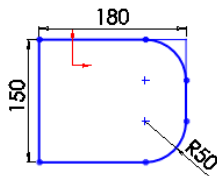
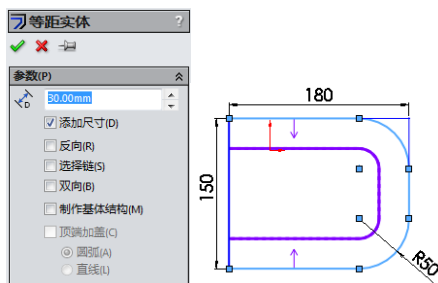
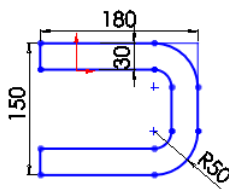

图 9-41 绘制圆角
图 9-42 生成等距实体
图 9-43 剪裁竖直边线
②单击“草图”工具栏中的“绘制圆角”按钮，绘制圆角如图 9-41 所示。
③单击“草图”工具栏中的“等距实体”按钮，在“等距实体”属性管理器中取消勾选“选择链”选项，然后选择图 9-41 所示草图的线条，输入等距距离数值：30，生成等距 30mm 的草图，如图 9-42 所示。剪裁竖直的一条边，结果如图 9-43 所示。